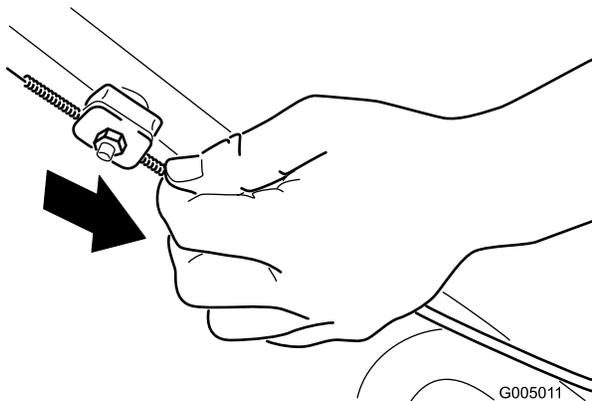

Bild 35
- Ziehen Sie den Kabelmantel (zum Rasenmäher), bis das Kabel stramm ist (Bild 35).